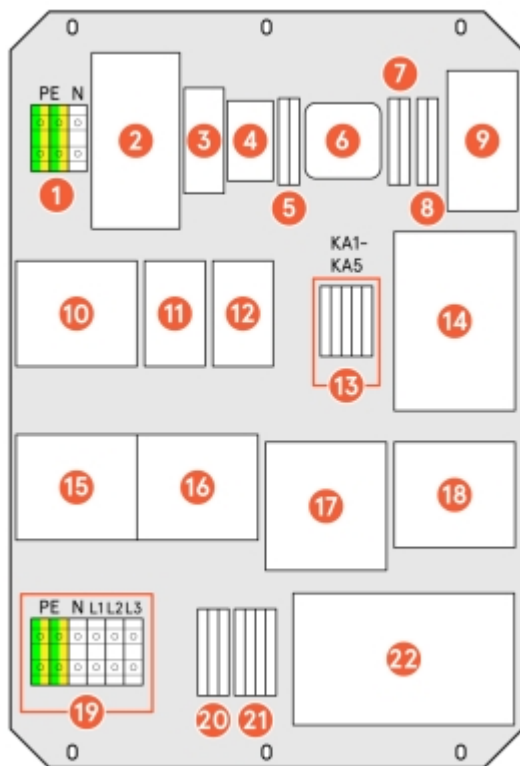

Bild 57: Komponenter i SmartHub – Revision 01
- 1.1** Om Wi-Fi inte är aktiverat, aktivera Wi-Fi genom att trycka på knappen för Wi-Fi i SmartHub, se **Bild 57**.
SSID: SERIENR (serienumret på SmartHub finns på centraldatorn, se **Bild 57**.)